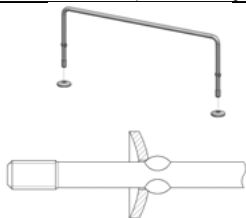

Рис. 3
2.1.3. На ограничители (поз. 1, пакет №10) надеть шайбы (поз. 2, пакет №10), см. рис. 3.